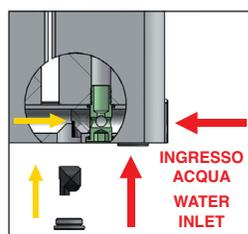

FIG. 3
- (fig. 3) posizione diaframma con ingresso acqua a destra del radiatore con tubazioni dal pavimento
- (fig. 3) Diverter position with water inlet to the right of the radiator with pipes from the floor